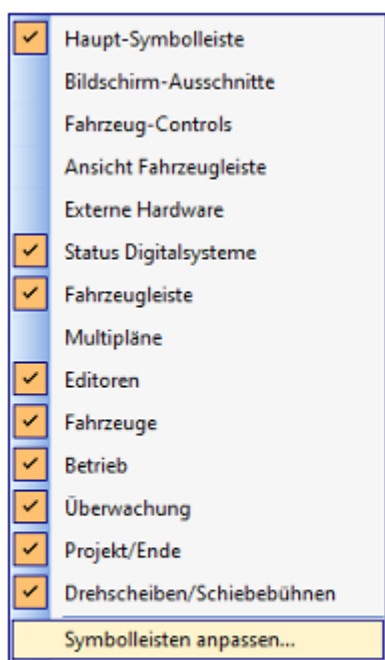

Abb. 15.47 Das Kontextmenü „Symbolleisten“
- Cliquez sur l'onglet « Options » et effectuez les réglages souhaités. La fig. 15.47 montre les valeurs par défaut.
Vous pouvez désactiver l'affichage des barres d'outils dont vous n'avez pas besoin pour vos tâches dans Win-Digipet. Pour ce faire, ouvrez à nouveau le menu contextuel « Barres d'outils » (cf. fig. 15.47) en cliquant avec le bouton droit de la souris dans une zone libre de la barre de menu ou de la barre d'outils.
- Pour ce faire, ouvrez à nouveau le menu Barres d'outils (cf. fig. 15.47) en cliquant avec le bouton droit de la souris dans la barre de menus ou la barre d'outils.
Pour ce faire, ouvrez à nouveau le menu contextuel « Barres d'outils » (cf. fig. 15.47) en cliquant avec le bouton droit de la souris dans la barre de menus ou la barre d'outils.